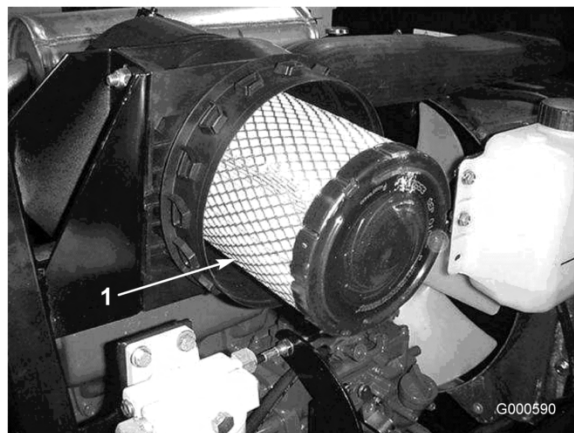

Bild 32
3. Entfernen und wechseln Sie den Hauptfilter aus (Bild 32).